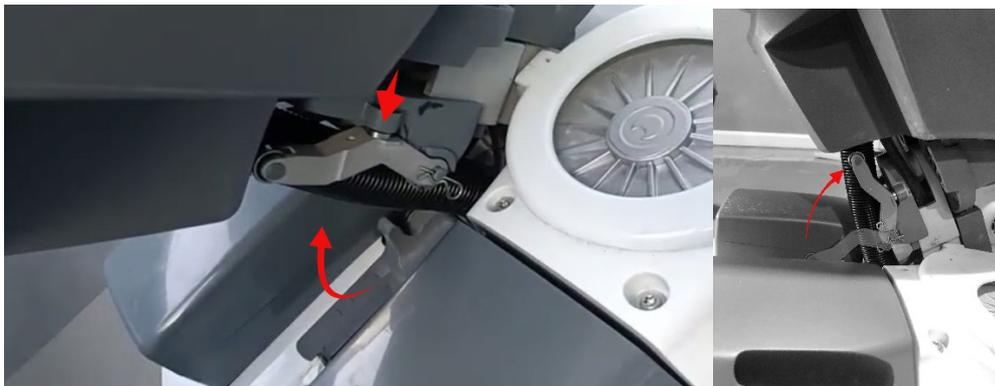

Abbildung 23c: Zurückbringen in die richtige Position vor dem Abstellen des Geräts.
* Legen Sie den Arm immer in die Ablageposition zurück, bevor Sie das Gerät abstellen. (Abbildung 23c).